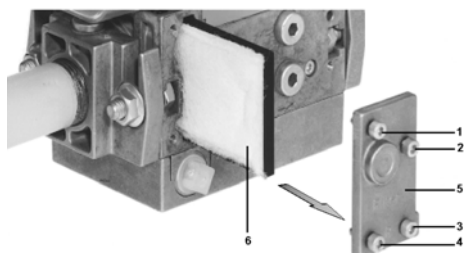

Fig. 25
- 2 Svitare le viti 1 ÷ 4 con una chiave esagonale n. 3 e togliere il coperchio del filtro 5 in Fig. 25.